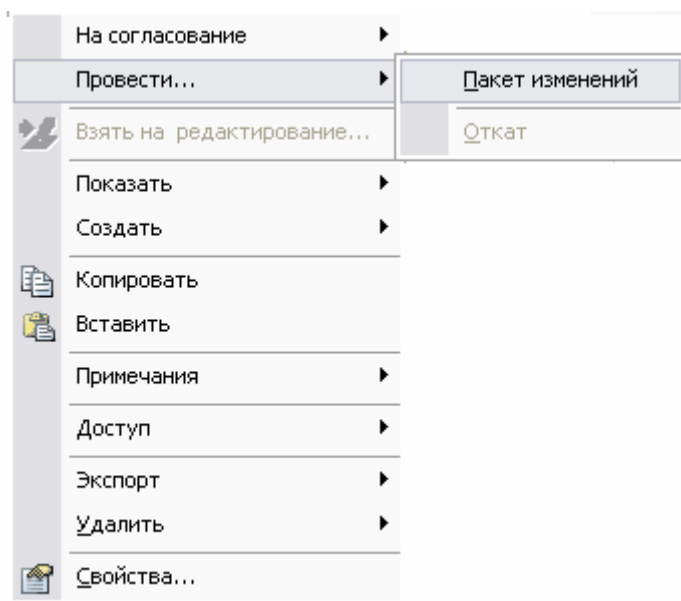
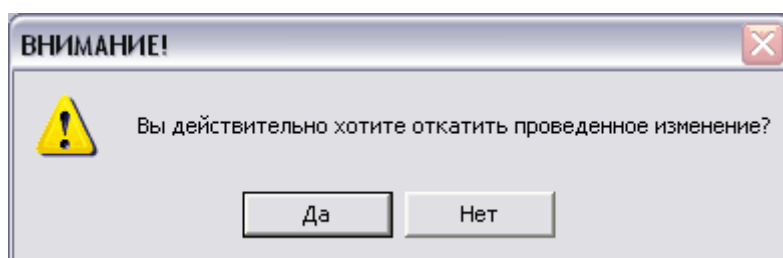

Рис. 68
Рис. 70
2. В появившемся контекстном меню выберите пункт **Провести** → **Пакет изменений** (Рис. 68).
После проведения изменения, оно будет отображаться в дереве объектов с иконкой . Для отката изменения выберите пункт контекстного меню **Провести** → **Откат** (Рис. 68). После этого появится окно подтверждения отката изменения (Рис. 70).